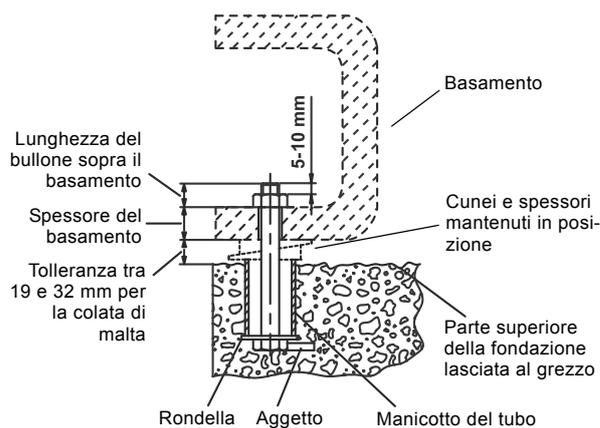

Fig. 7 Costruzione tipica del bullone di fondazione
2. Inserire nel cemento i bulloni di fondazione come mostrato nella fig. 7. Accertarsi che la lunghezza dei bulloni sia sufficiente a farli penetrare attraverso colata di malta, spessori, basamento inferiore, dadi e rondelle.